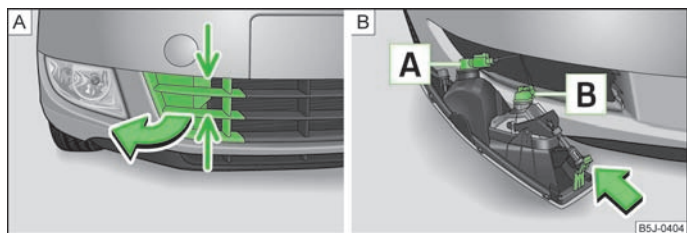

Fig. 150 Pára-choques dianteiro: Grade de proteção / Desmontagem do farol de nevoeiro
Disposição das lâmpadas incandescentes » Fig. 150.
» Segure a grade de proteção nas zonas assinaladas com setas » Fig. 150 - **A** e retire a capa.
- » Introduza a mão na abertura na grade de proteção e pressione a patilha de fixação » Fig. 150 - **B** no sentido da seta.